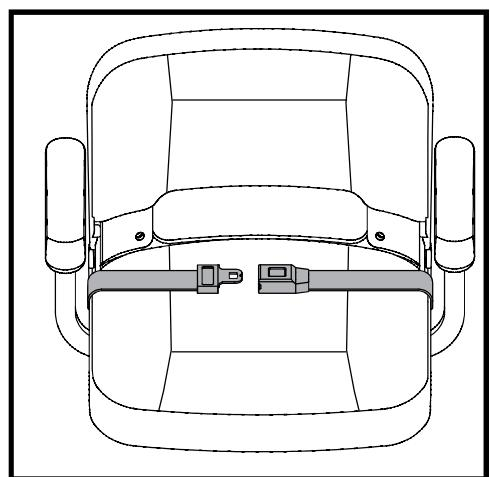

Figura 30. Cinture di sicurezza
La seduta del miniscooter può essere dotata di cinture di sicurezza regolabili per maggiore comodità. Vedere figura 30. La cintura di sicurezza è stata progettata per garantire un maggiore supporto all'utente ed evitare che scivoli in avanti o indietro sulla seduta. La cintura di posizionamento non è concepita come dispositivo di contenimento.
1. Inserire il gancio metallico del lato destro della cintura nella chiusura di plastica al lato opposto spingendo fino a sentire un "click". Vedere figura 30.